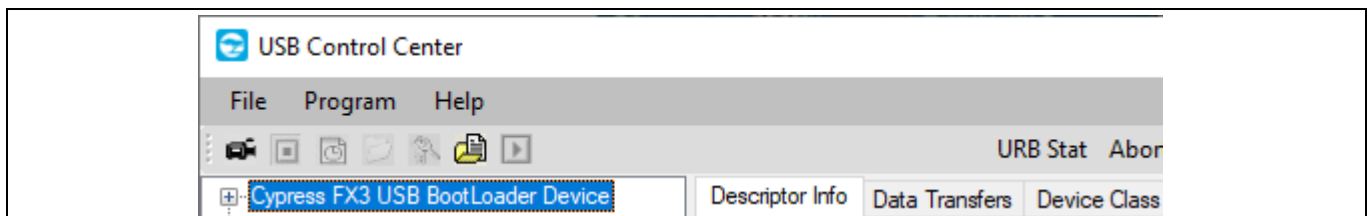

Figure 58 FX3 がブートローダとして列挙
- a) Control Center アプリケーションを起動します。EZ-USB™ FX3 DVK を接続すると、インフィニオン EZ-USB™ FX3 USB ブートローダとして認識されます (Figure 58 を参照してください)。